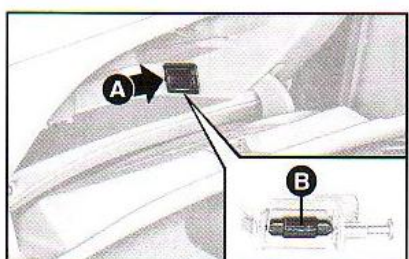

fig. 48
1) Retirar a lente utilizando uma chave de fenda na lingüeta **A**-fig. 48.